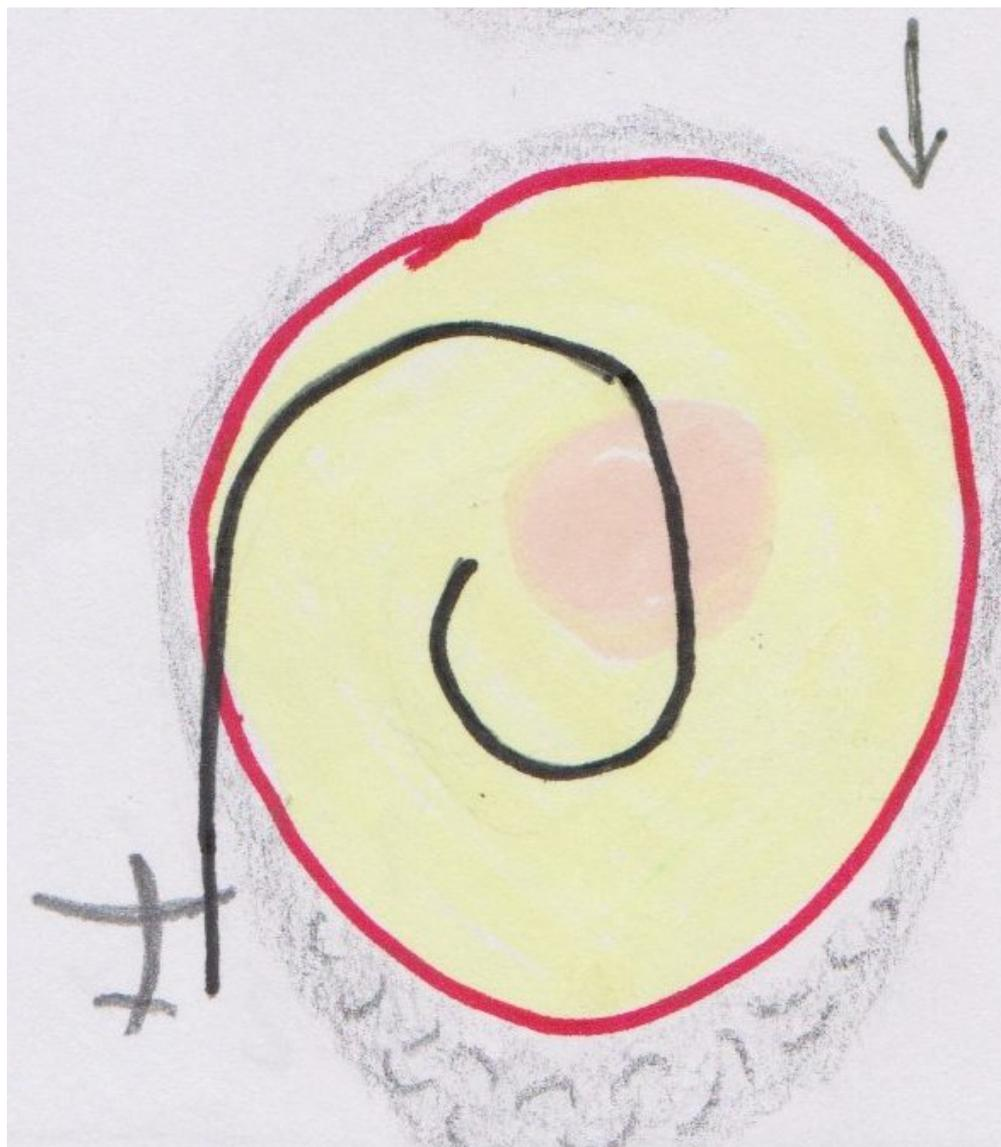

Fig.8
- S'il tangente la bulle, la aussi la traversée la dégueulante en diagonale est longue. (Fig.8)